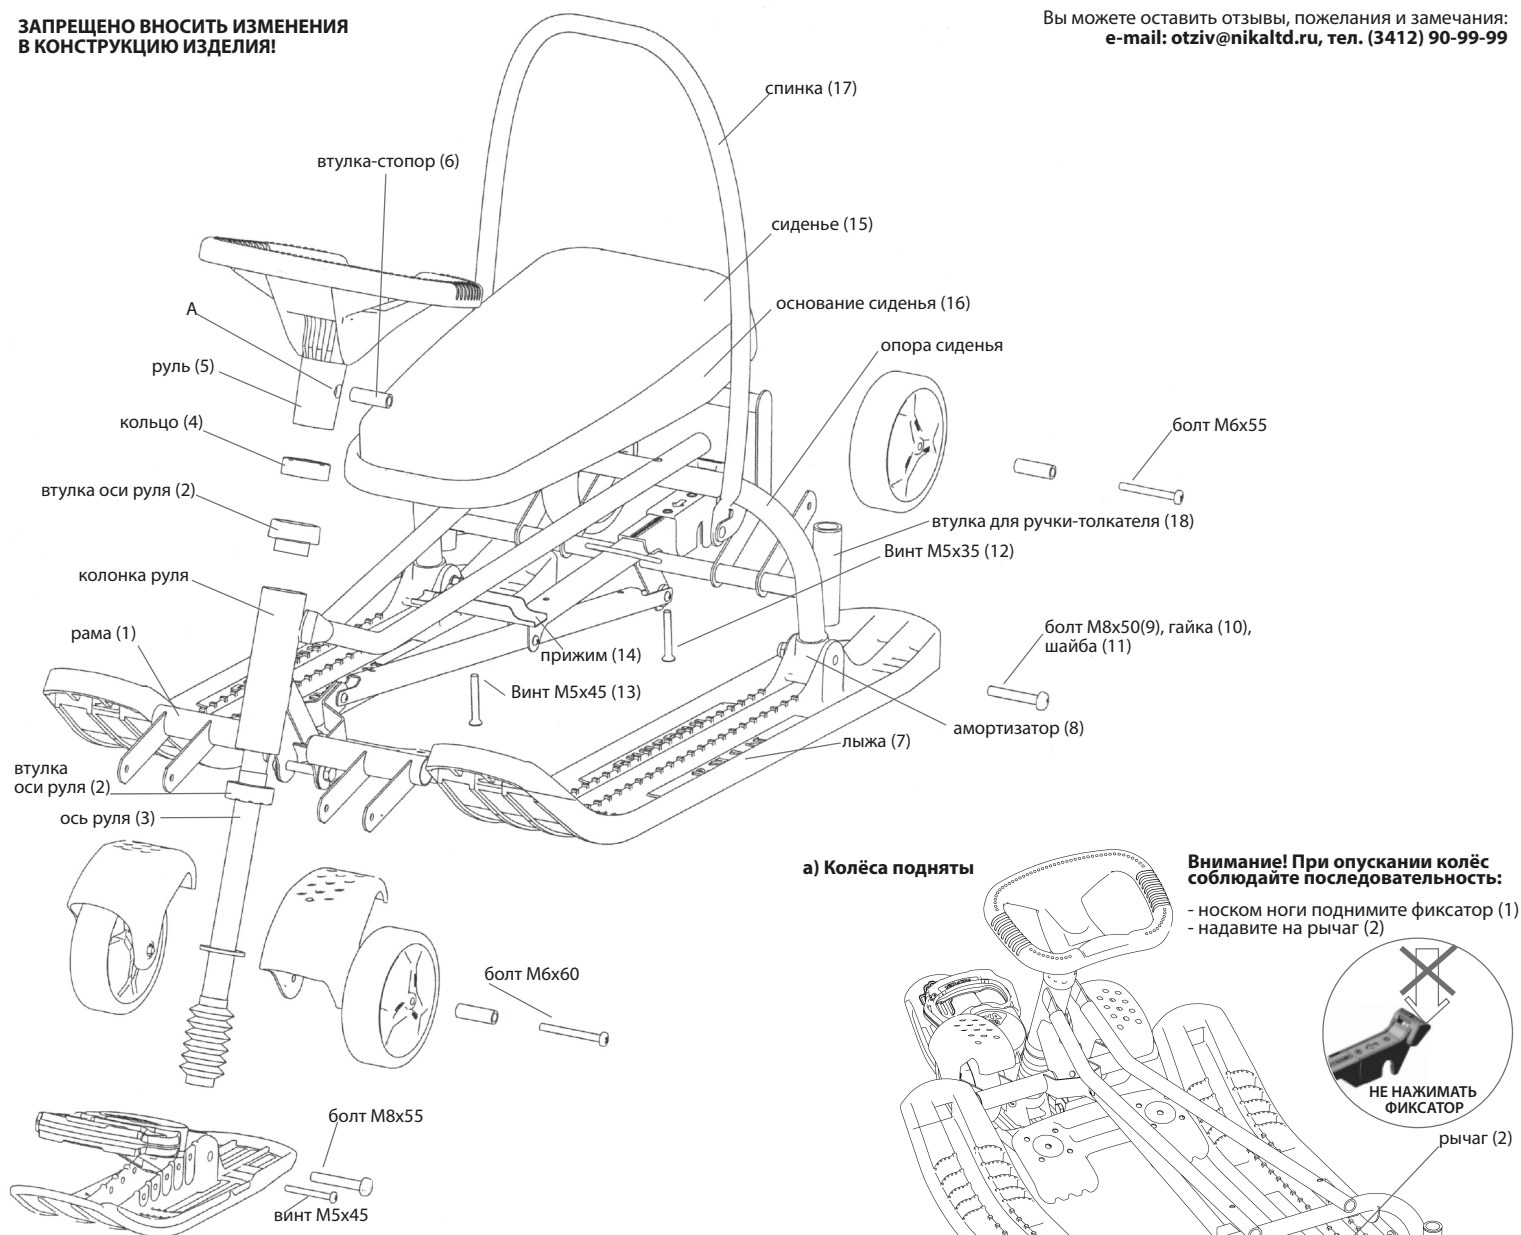

Рис. 1 Сборка снегоката арт. ТС6
Для приведения снегоката в рабочее состояние необходимо провести сборочные операции в соответствии с прилагаемой схемой (см. рис. 1). Для сборки применяются гаечный ключ на 13 и отвёртка.
- установите с обеих сторон колонки руля втулки оси руля (2) (см. рис. 1);
- вставьте ось руля (3) в колонку руля;
- закрепите предварительно кольцо (4) на руле (5) выше крепёжного отверстия (А);
- установите руль (5) на ось руля (3), совмещая отверстия (А), установите втулку-стопор (6), перемещая кольцо (4) закройте втулку-стопор (6);
- соблюдая право/лево вставьте лыжи (7) на металлические полозья рамы (1), установите амортизаторы (8) на опору сиденья рамы (1);
- закрепите лыжи (7) через амортизатор (8) болтом (9) с гайкой (10) и шайбой (11);
- при помощи 2-х винтов M5x35 (12) и винта M5x45 (13) с прижимом (14) закрепите сиденье (15) с основанием (16) на раме. Рекомендуется «наживить» винты рукой, затянуть до упора отвёрткой (не применять электроинструменты);
- на спинку (17) наденьте чехол;
- при необходимости, вставьте ручку-толкатель во втулки на раме (18).